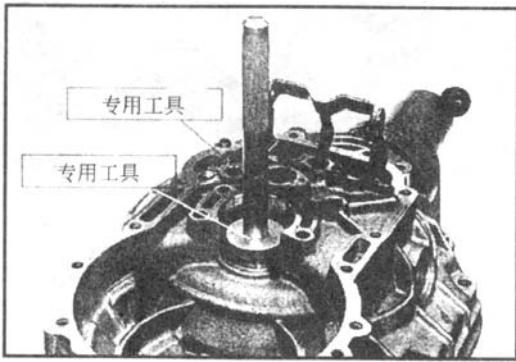

图 4-63 调整输出轴 (一)
(1) 放入 0.65mm 厚的调整垫片，用专用工具将输出轴前轴承外圈压入轴承座中，如图 4-63 所示。